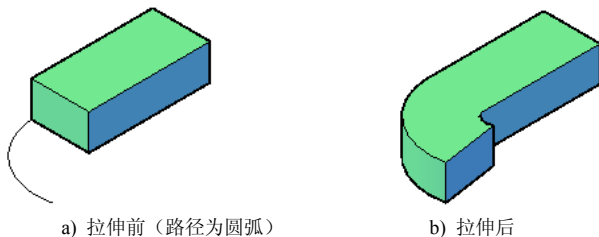
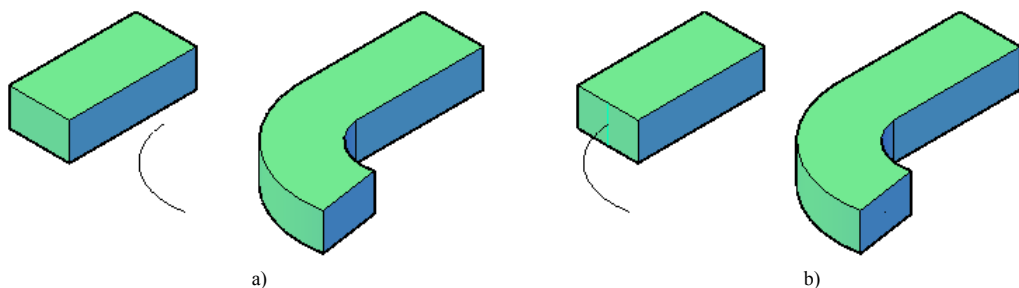

图 8-4 拉伸起始和终止面
图 8-5 路径的端点不在轮廓所在平面的结果
2) 路径(P): 按指定的路径拉伸, 如图 8-4 所示。选择此选项后, 将提示:
拉伸始于拉伸面的轮廓所在平面, 止于在路径端点处与路径垂直的平面, 如图 8-4 所示。路径的一个端点应在轮廓所在平面上; 如果不在, 会将路径移动到轮廓的中心, 如图 8-5 所示。